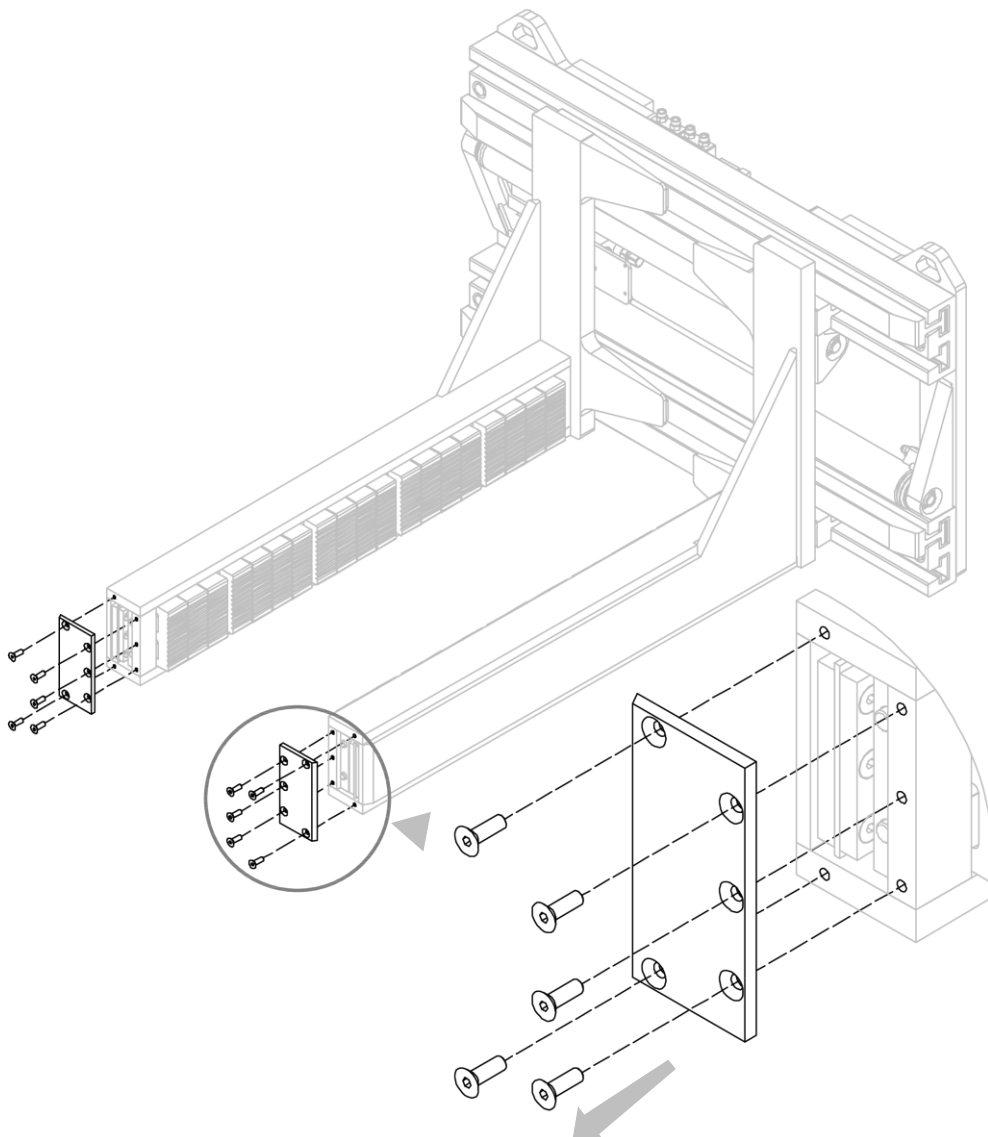

Abbildung 33
2. Schrauben Sie die Verschlüsse ab (siehe *Abbildung 33*).